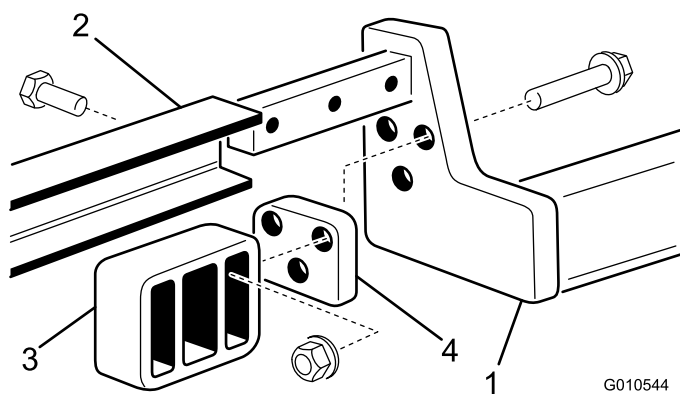

Figure 6
3. Installez un berceau arrière à chaque bras de relevage à l'aide de 3 boulons, entretoises et écrous à embase, comme illustré (Figure 6).
4. Faites glisser le bâti porteur sur les bras de relevage en prenant soin d'aligner les trous de montage. Fixez chaque côté du bâti porteur aux bras de relevage à l'aide de 3 boulons (1/2 x 1-1/2 po). Serrez les boulons à un couple de 95 à 108 Nm (Figure 6).